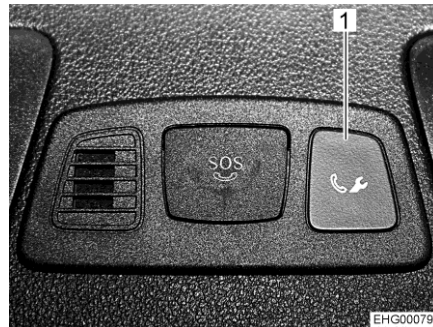
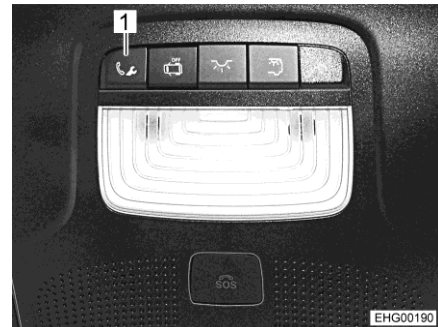

Bild 13 Taste für Pannenanruf (Mittelkonsole)
Bild 14 Taste für Pannenanruf (Dachkonsole)
- Taste (Bild 13,1 bzw. Bild 14,1) für Pannenanruf drücken. Anruf beim Mercedes-Benz Kundencenter wird ausgelöst.